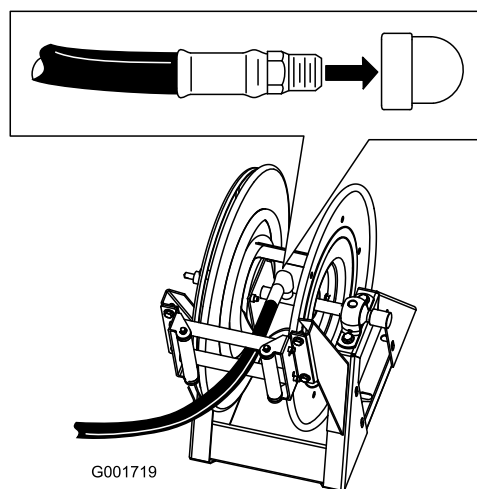

Figura 56
1. Avvolgete del nastro di Teflon attorno ai filetti del raccordo sul flessibile lungo, e montate il raccordo nel tubo di connessione sull'avvolgitubo (Figura 56).